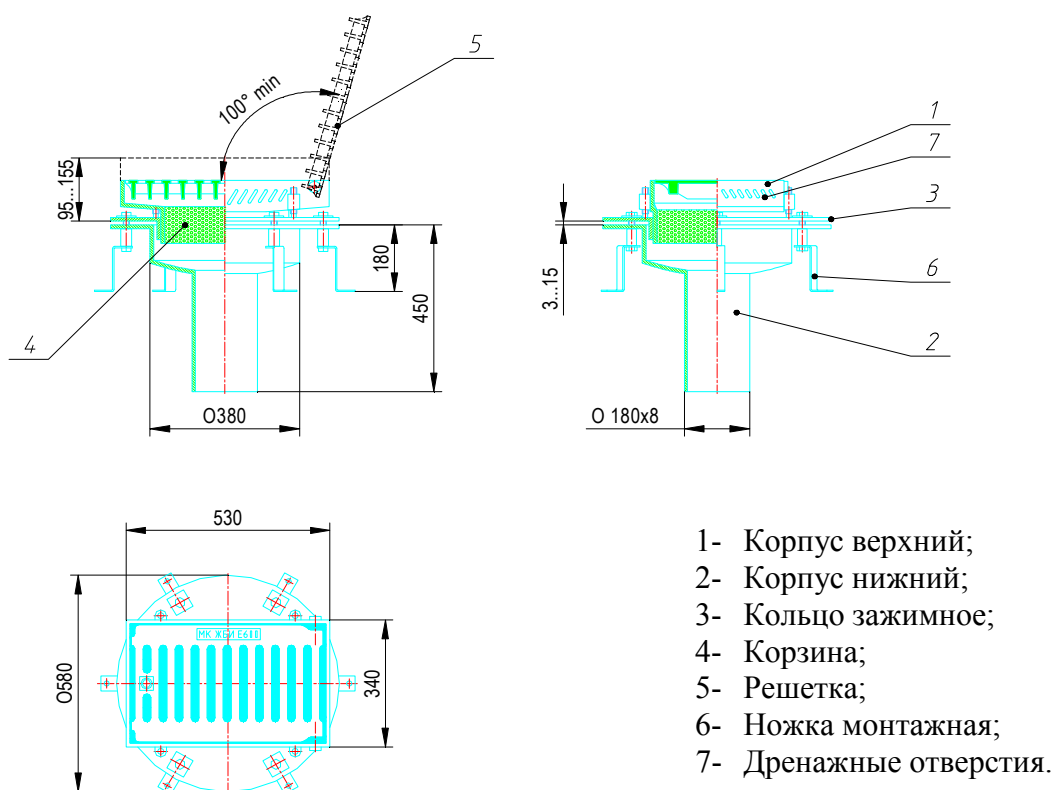
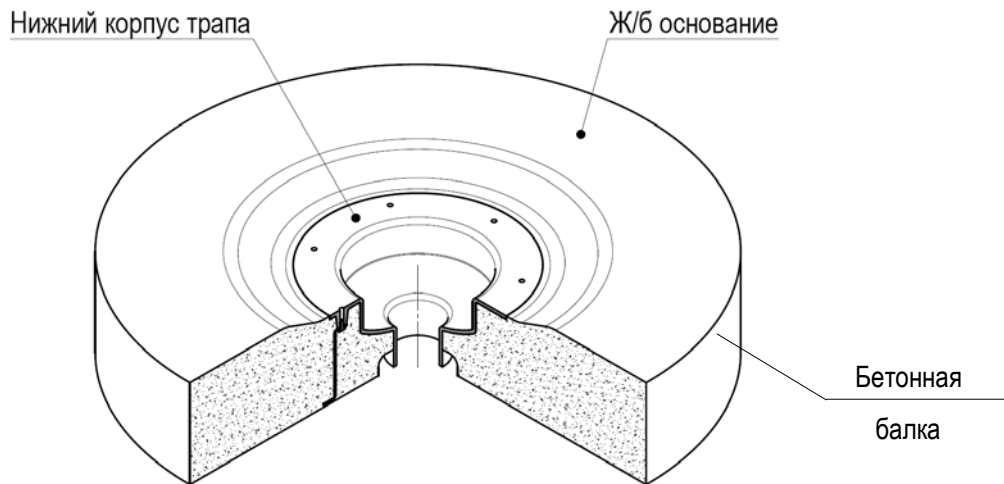

Рис. 1. Трап мостовой ж/б 340x530-BB-450-d180x8-1 D400/E600
Рис. 2. Установка нижнего корпуса трапа мостового ж/б 340x530
1) в начале подготавливается место для предстоящей установки. Нижний корпус трапа (см. п.1 Рис. 1) монтируется на элементы железобетонного основания в соответствии с проектной документацией, закрепляется через специальные монтажные ножки (см. п.6 Рис. 1) либо иным способом, далее производится заливка бетонной смесью (см. рис. 2).